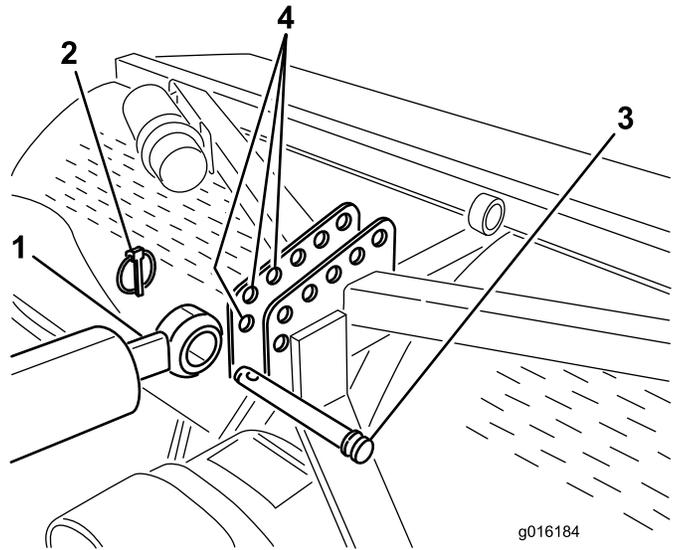
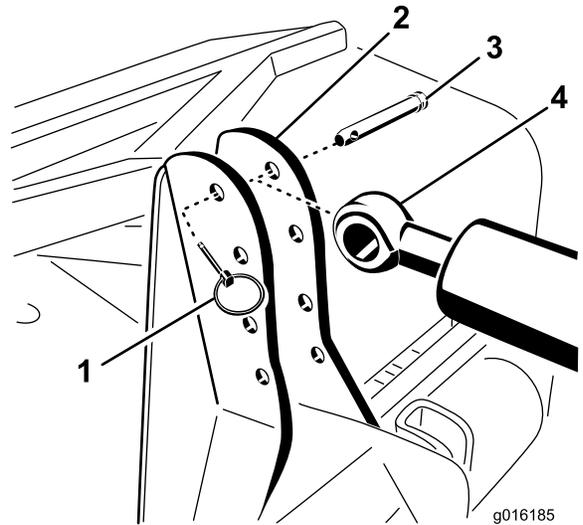

图6
图7
- 使用连杆销和保险销将液压顶部连杆的杆端固定至打孔机支架上最靠前的孔图6 或图7。